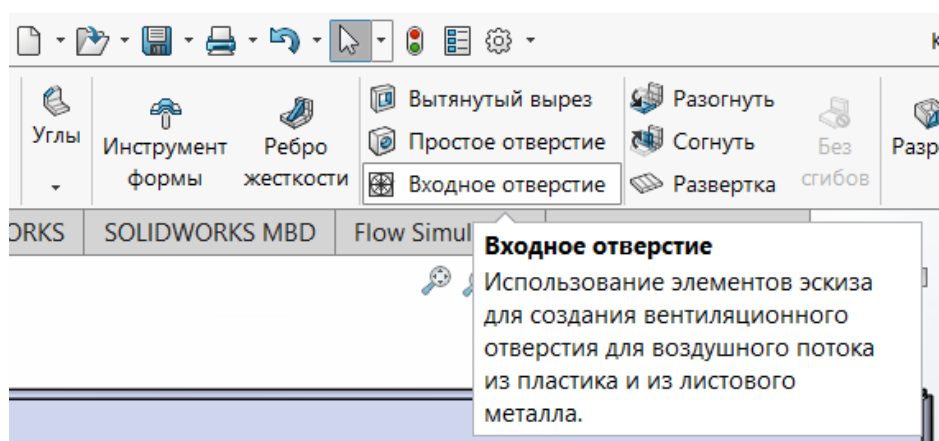

Рисунок 5 – выбор операции «Входное отверстие»
6. Выбрать операцию «Входное отверстие» на вкладке «Листовой металл» (рис. 5).